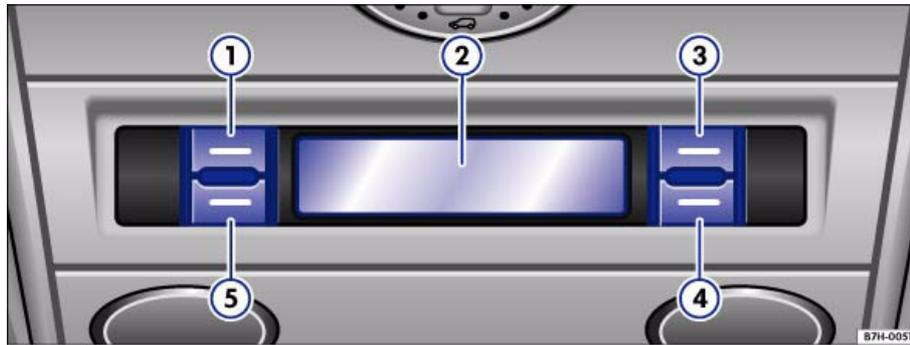

Abb. 95 Ausschnitt vom Dachhimmel: Bedienelemente der Standheizung
- Drücken Sie bei eingeschalteter Zündung und ausgeschalteter Standheizung die Taste ⇒ Abb. 95 ⑤.
- Wählen Sie mit der Taste ③ das Symbol  („Laufzeit der Standheizung“) aus und drücken Sie die Taste ⑤.
- Stellen Sie mit den Tasten ③ und ④ die Laufzeit auf 10, 20 oder 30 Minuten ein.
- Drücken Sie Taste ⑤. Die Zeit ist gespeichert.
- Drücken Sie bei eingeschalteter Zündung die Taste ⇒ Abb. 95 ⑤.
- Wählen Sie mit der Taste ③ das Symbol  („Belüften / Heizen“) aus.
- Drücken Sie die Taste ⑤.
- Wählen Sie mit den Tasten ③ und ④ aus, ob Sie den Innenraum belüften (Symbol ) oder beheizen (Symbol ) möchten.
- Drücken Sie Taste ⑤, um die Einstellung zu bestätigen.